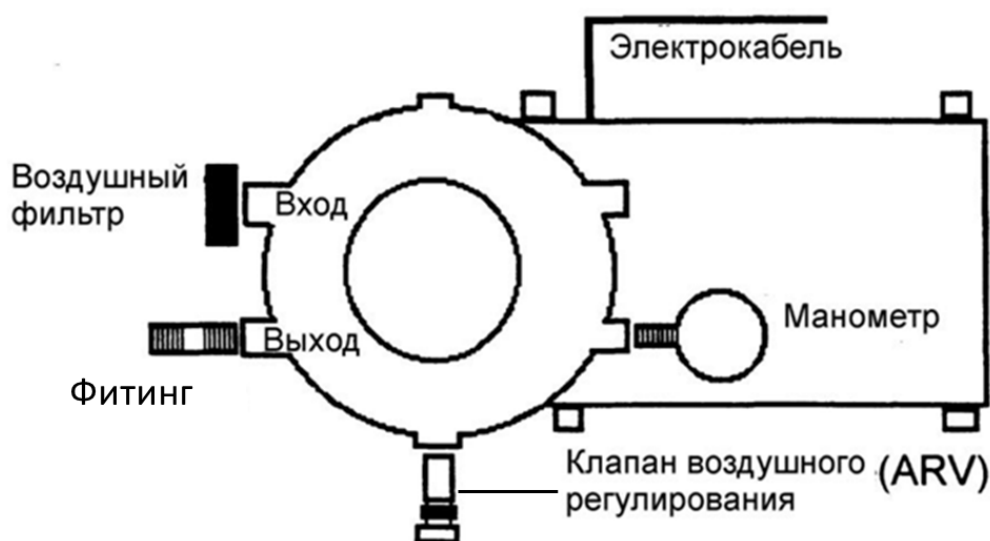

Рис. 1 Вид на компрессор сверху.
2. РПВ - регулятор потока воздуха (ARV на Рис.1) - 1 шт.